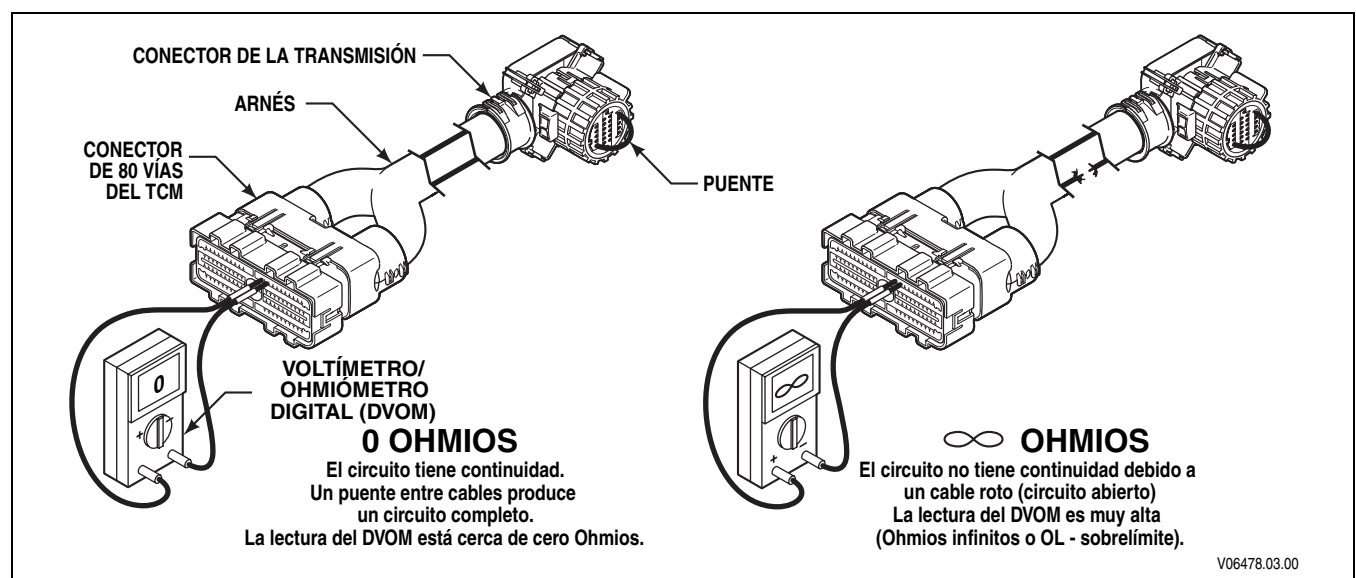

Figura 4-1. Cómo revisar la continuidad (arnés externo)
- a. Revise la continuidad de los cables 111 y 155, realizando el siguiente procedimiento (consulte la figura 4-1):